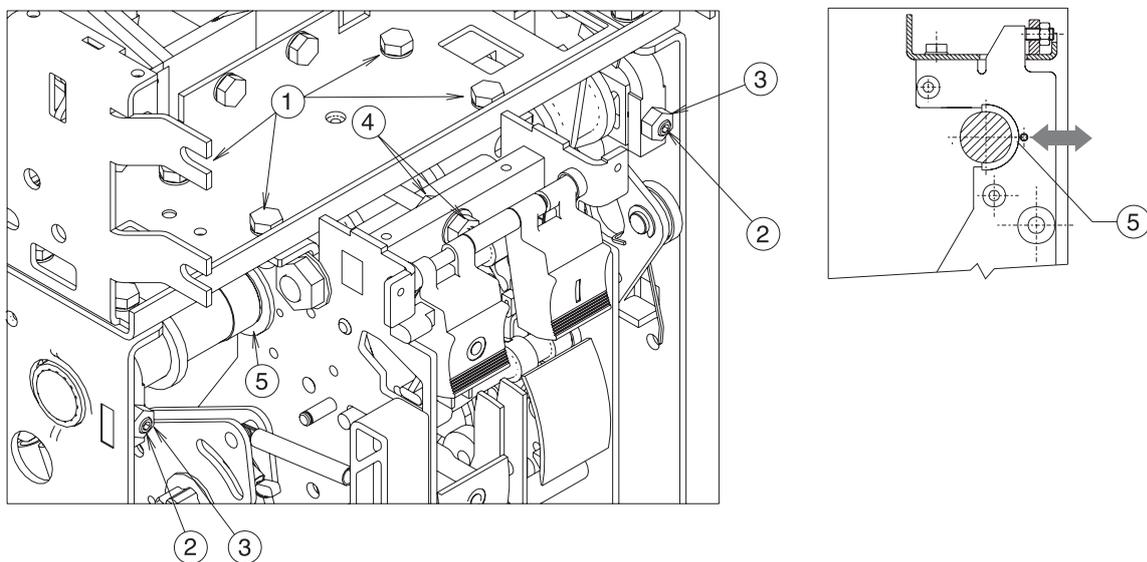

Fig. 33a
- allentare le viti di pos.1 e i dadi di pos. 3 (Fig. 33a)
- agire in modo equivalente sulle viti di pos. 2
- portare le bussole del comando (pos. 5) in appoggio sull'albero agendo sui dadi di pos. 4
- serrare le viti di pos.1 e i dadi di pos. 3 e 4
- allentare le viti di pos.1 e 6, i dadi di pos 3 e 8 (Fig. 33a e 33b)
- portare le bussole del comando (pos. 5) e le bussole delle spalle intermedie (pos. 9) in appoggio sull'albero agendo sui dadi di pos. 4 e le viti di posizione 7
- serrare le viti di pos. 1 e 6, e i dadi di pos. 3, 4 e 8